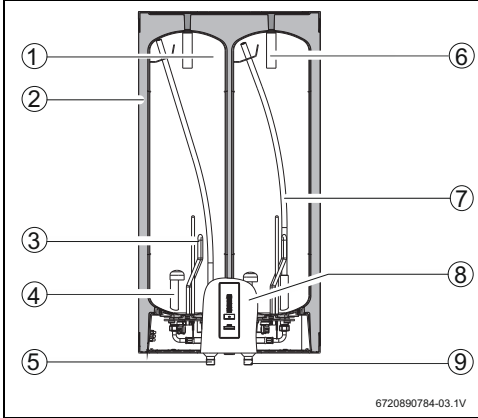

Fig. 4 Estructura
- ▶ Para evitar confusiones, identifique convenientemente las conducciones de agua fría y de agua caliente (Fig. 4).